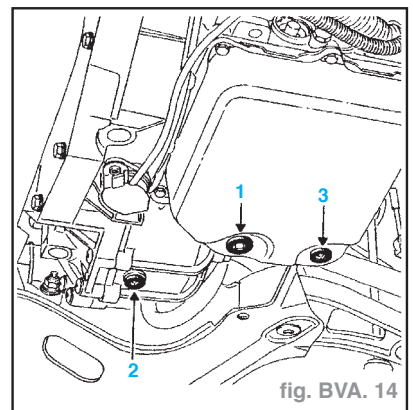

fig. BVA. 14
- Le pont ne se vidange pas, le remplissage est fait à vie. Toutefois, si cela s'avérait nécessaire, déposer le bouchon (**2**) (fig. BVA. 14).